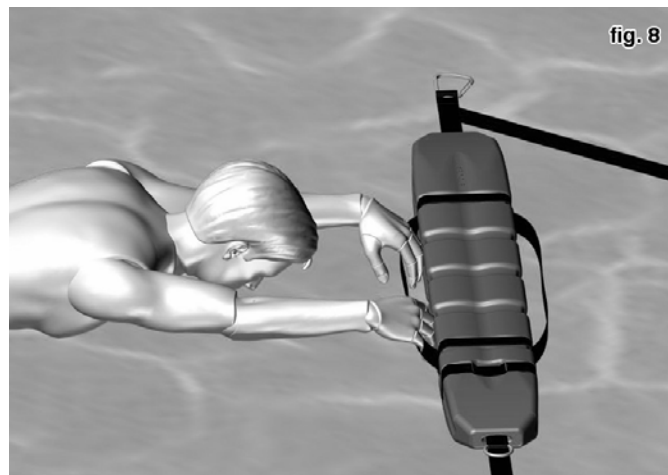

fig. 8
- Comunicare alla vittima di afferrare Dolphin. Potrà farlo sia grazie alla cinghia terminale, sia grazie alle apposite maniglie presenti sui lati come mostrato in fig.8.
- Porgere Dolphin alla vittima, la quale potrà afferrare la parte terminale della cinghia, sia le apposite maniglie presenti sui lati come mostrato in fig.8. Queste maniglie offrono maggior sicurezza alla vittima.
- Far scivolare Dolphin sotto la schiena della vittima (Fig.8).